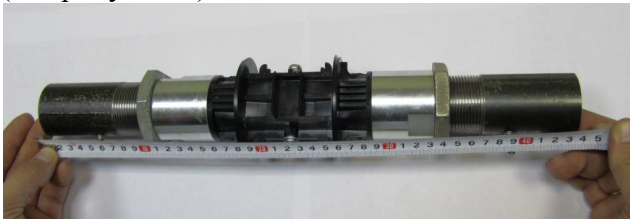

Рисунок 4
- 1.2.3 Измерить размер собранного узла рулеткой или металлической линейкой, с точностью ± 1 мм (см. рисунок 4).